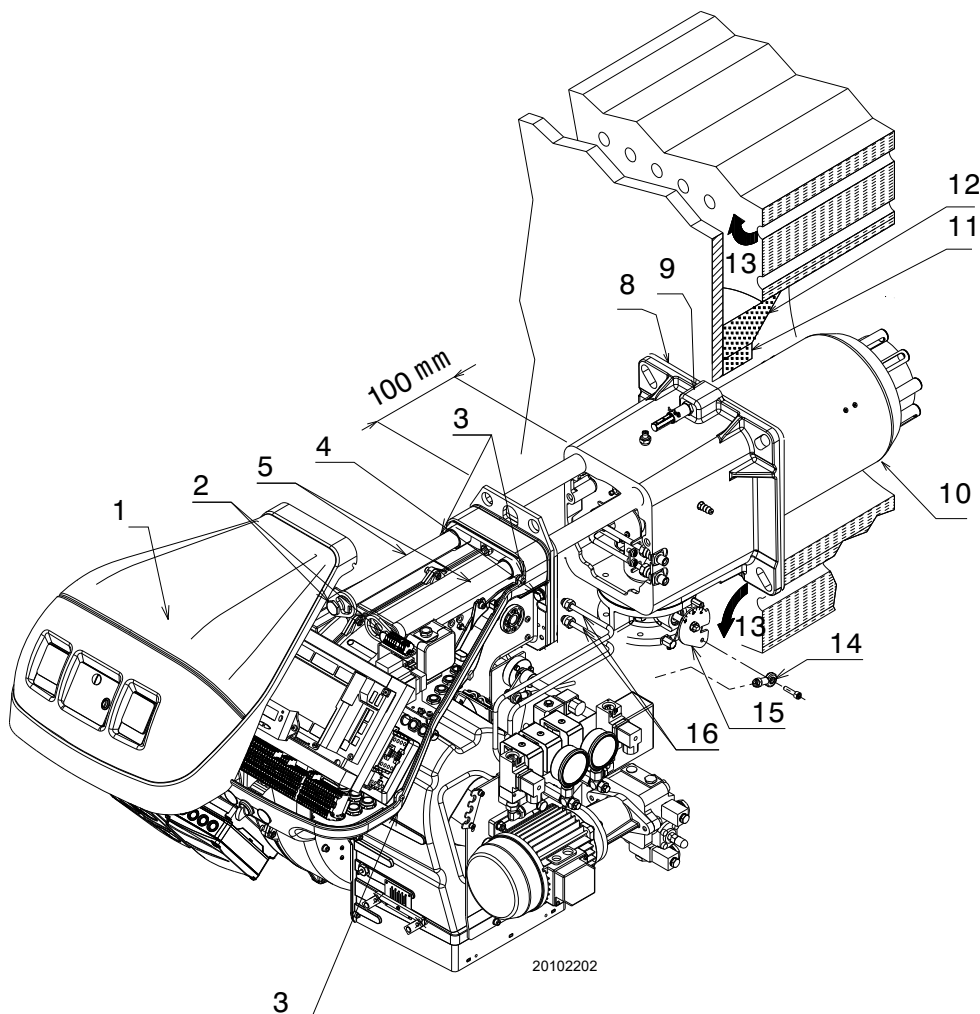

Fig. 16
Pour les chaudières avec circulation des fumées sur l'avant 13)(Fig. 16), ou avec chambre à inversion de flamme, réaliser une protection en matériau réfractaire 11), entre le réfractaire de la chaudière 12) et l'embout 10).
Séparer ensuite la tête de combustion du reste du brûleur, (Fig. 16). Procéder comme suit pour faire cela:
- remonter le brûleur sur les glissières 3) à 100 mm environ du manchon 4), brûleur dans la position illustrée dans la Fig. 16;